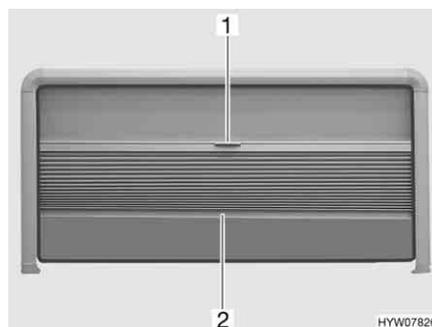

Bild 65 Ausstellfenster
*Schließen:* ■ Die Faltverdunklung in der Mitte des Abschluss-Stabes (Bild 65,2) fassen und vorsichtig nach unten ziehen.
*Öffnen:* ■ Den Abschluss-Stab (Bild 65,2) der Faltverdunklung in der Mitte halten und die Faltverdunklung vorsichtig nach oben schieben.
*Schließen:* ■ Das Insektenschutzrollo am Griff (Bild 65,1) nach unten ziehen.
*Öffnen:* ■ Das Insektenschutzrollo am Griff (Bild 65,1) ganz nach oben schieben.